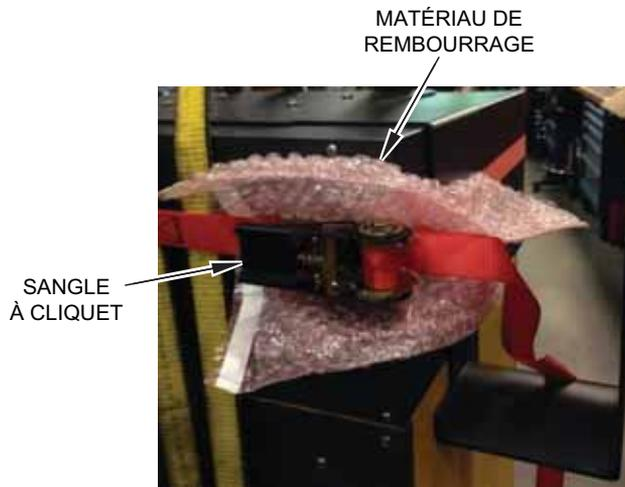

Figure 1-4 Protection du fini du contrôleur
5. Placez un tissu ou un autre matériau rembourré entre la sangle à cliquet et le contrôleur pour ne pas abîmer ou égratigner le fini du contrôleur. Veuillez-vous reporter à Figure 1-4.